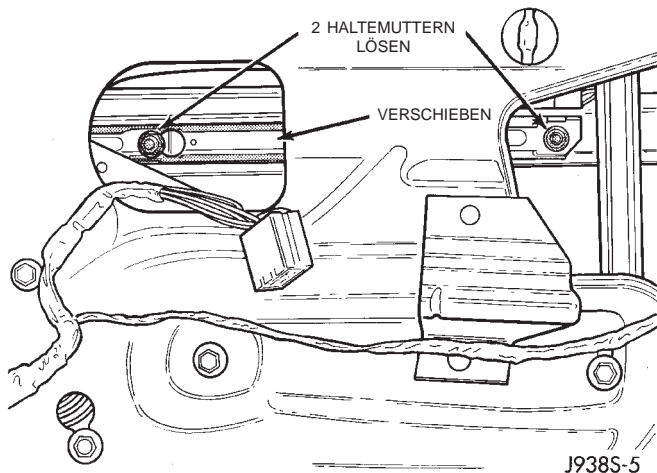
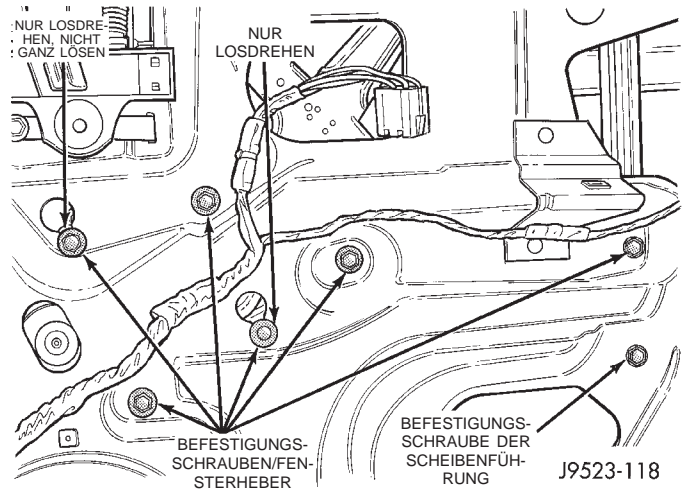

Abb. 36 Scheibenführung der Hintertür
Abb. 37 Fensterheber der Hintertür
- (1) Türverkleidung abbauen und Wasserschutzfolie abziehen. Nach Bedarf näheres hierzu siehe "Ausbau".
- (2) Scheibe so positionieren, daß die Haltemuttern der Scheibenführung freiliegen (Abb. 36).
- (3) Haltemuttern der Scheibenführung lösen und Scheibenführung vom Fenster herunterschieben.
- (4) Befestigungsschrauben des Fensterhebers lösen (Abb. 37).
- (5) Scheiben anheben und vom Fensterheber trennen. Scheibe abstützen.
- (6) Fensterheber von der Tür abbauen.